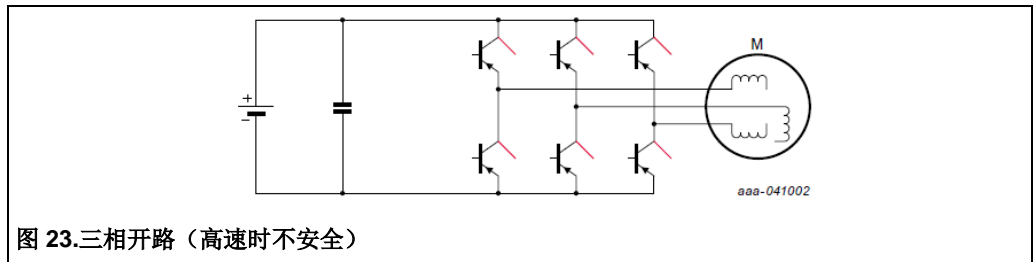
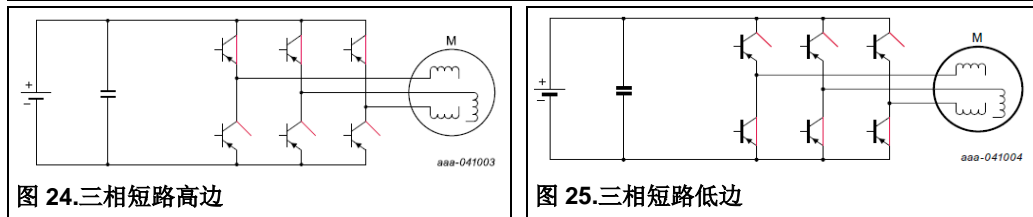

图 23.三相开路（高速时不安全）
图 24.三相短路高边
该系统用于防止计算故障的架构是“执行者-检查者”架构（图 23）。执行者利用复杂的算法实现主要功能要求，例如面向现场的控制、高级控制技术和数学功能。检查者检测不安全状况，并将系统带入安全状态。这种分配降低了安全系统的复杂性，因为所有安全要求都分配给了检查者，而执行者则专注于系统性能。在 ISO26262 词汇表中，这意味着分配给执行者的安全要求是 QM（质量管理），而分配给检查者的安全要求是 ASIL-D。在本研究中，检查者的功能和要求被分组到一个称为安全管理器的系统模块中。
新一代电动汽车的一个制约因素是永磁同步电机产生的高反电磁场(BEMF)。在高速行驶时，当PMSM相位处于开路状态时（图23），所产生的BEMF电压可能高于电池电压，这会导致车辆产生再生电流和意外制动扭矩。为防止这种危险，系统必须作出反应，将半桥的高边（三相短路高边 3PSHS）（图24）或低边（三相短路低边 3PSLS）（图25）短路（安全状态）。
- **快速短路保护（图 23）**：短路可能会永久损坏整个电桥，使系统处于不安全状态。此类故障速度太快，无法由 MCU 处理。因此，GD3100 必须检测并防止短路。
- **通过高水平诊断提供适当反应（图 24）**：电机接口故障可能发生在很多不同方面（电机相位、IGBT、栅极驱动器、分立元件、散热）。每个方面可能需要作出不同的反应才能使系统恢复到安全状态。高边短路故障需要三相短接到电池(3PSHS)，而高边开路故障需要三相高速短接到地(3PSLS)。GD3100 设计为根据 ASIL-D 流程进行高级诊断，能够检测 99% 的自身故障，也能检测其他系统故障（电机和 IGBT），并通过冗余接口向 MCU 安全管理器报告故障。